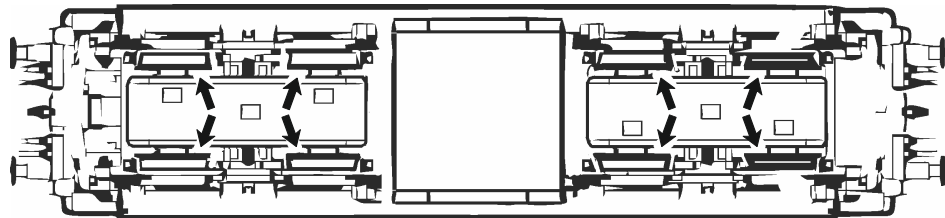

Fig. 7
**Mehrzugbetrieb** (siehe Fig. 7):
Enlevez la fiche de shuntage de l'interface (à conserver!) et enfichez finalement la fiche du module de télécommande aux prises de l'interface. Veillez à la position correcte de la fiche (voir fig. 7).
Finally put the plug of the chip into the interface as shown in fig. 7.